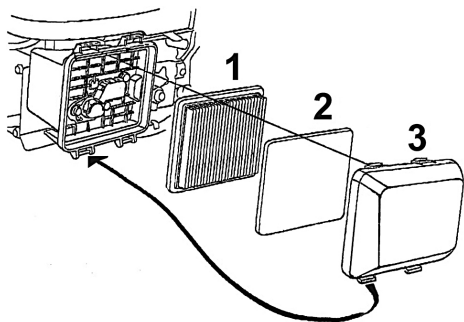

Рис.16 Конструкция воздушного фильтра
1. Нажмите на фиксаторы и снимите крышку воздушного фильтра (Рис. 16 п. 3).
2. Извлеките из крышки воздушного фильтра предварительный воздушный фильтр (Рис. 16 п. 2).
3. Извлеките основной воздушный фильтр (Рис. 16 п. 1).
Основной (бумажный) воздушный фильтр (Рис. 16 п. 1) не подлежит очистке, необходима его замена. Эксплуатация двигателя с грязным или поврежденным воздушным фильтром, или без воздушного фильтра приведет к попаданию грязи и пыли в карбюратор и двигатель, что в свою очередь, станет причиной его быстрого износа. Двигатель в этом случае не подлежит ремонту по гарантии.